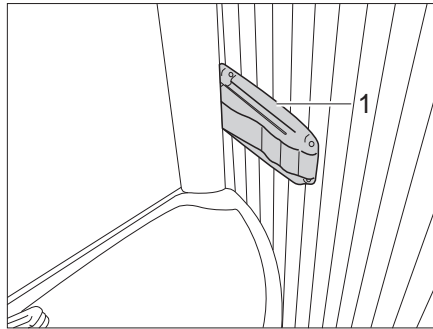

Fig. 258 Toilettes Vario, blocage de la paroi de douche
- Appuyer sur le dispositif de blocage (Fig. 258,1) situé à la droite du rebord du lavabo et tirer légèrement le lavabo. Le lavabo se déplace avec la paroi arrière vers l'avant.